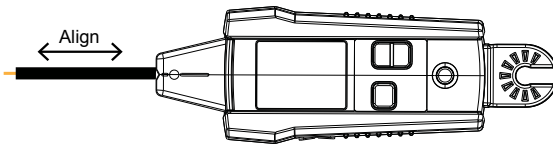

Figura 3.1f
3. Para obter melhores resultados durante a localização de cabos com eletricidade, alinhe a ranhura do sensor de ponta com a direção do cabo, como ilustrado (ver figura 3.1f/g). O sinal poderá não ser detetado se o alinhamento não for correto. Para verificar a direção do cabo, rode periodicamente o recetor AT-6000-RE em 90 graus. A intensidade do sinal será mais elevada quando o cabo estiver alinhado com a ranhura no sensor de ponta.
3. Para obter melhores resultados durante a localização de cabos com eletricidade, alinhe a ranhura do sensor de ponta com a direção do cabo, como ilustrado (ver figura 3.1f/g). O sinal poderá não ser detetado se o alinhamento não for correto. Para verificar a direção do cabo, rode periodicamente o recetor AT-6000-RE em 90 graus. A intensidade do sinal será mais elevada quando o cabo estiver alinhado com a ranhura no sensor de ponta. Dependendo do sinal detetado, o AT-6000-RE mudará automaticamente para o modo com eletricidade ⚡ ou sem eletricidade ⚡ e exibe essa informação no LCD. Não é necessária qualquer configuração manual.